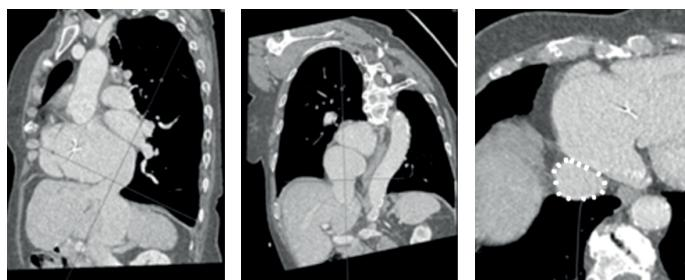

Figura 9: aggiustamento dei piani
1. Mettere l'intersezione del centro della linea al punto di interesse. Ripetere l'operazione per i 3 piani presentati nella schermata MPR 3D (Figura 9).